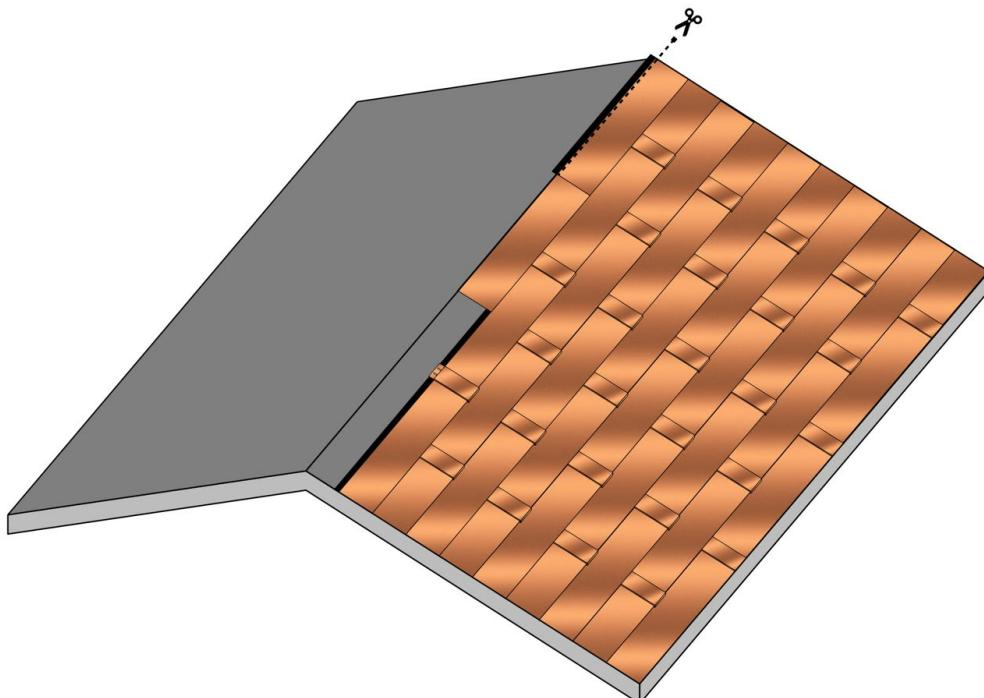

Fig. 23 - Installazione delle tegole al colmo
- Ripetere la procedura di posa delle tegole canadesi per file, fino alla completa copertura della falda. L'ultima fila di tegole bituminose dovrà sporgere oltre la linea di colmo; la parte eccedente verrà tagliata in corrispondenza della linea di colmo Fig. 23.